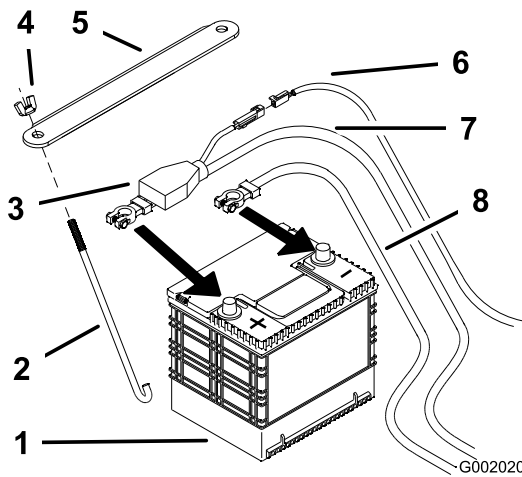

Figure 53
4. Commencez par débrancher le câble négatif de la batterie de la borne négative (-) de la batterie (Figure 53).
5. Ôtez le capuchon rouge de la borne positive (rouge) de la batterie. Débranchez ensuite le câble positif (rouge) de la batterie (Figure 53).
1. Placez la batterie dans son support en tournant les bornes à l'opposé du réservoir hydraulique (Figure 53).
4. Fixez les câbles à l'aide de 2 boulons (1/4 x 3/4"), 2 rondelles (1/4") et 2 contre-écrous (1/4") (Figure 53).
6. Fixez la batterie en position avec des boulons en J, une barrette de maintien et 2 rondelles (1/4 po), ainsi que 2 écrous à oreilles (1/4 po) (Figure 53).